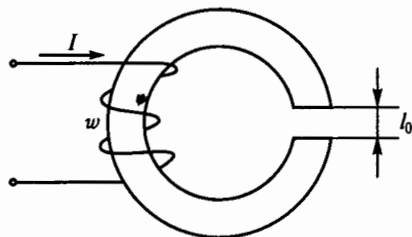

Рис. 58
**2.33.Р.** При каком токе в катушке, изображенной на рис. 58, магнитная индукция  $B$  в воздушном зазоре равна 1,256 Тл, если  $l_0 = 2$  мм, число витков  $w = 2000$ ? (Потоком рассеяния и выпучиванием магнитного потока в воздушном зазоре пренебречь. Принять магнитную проницаемость ферромагнитного сердечника  $\mu = \infty$ , а магнитную проницаемость воздушного зазора  $\mu_0 = 4\pi \cdot 10^{-7}$  Гн/м.)